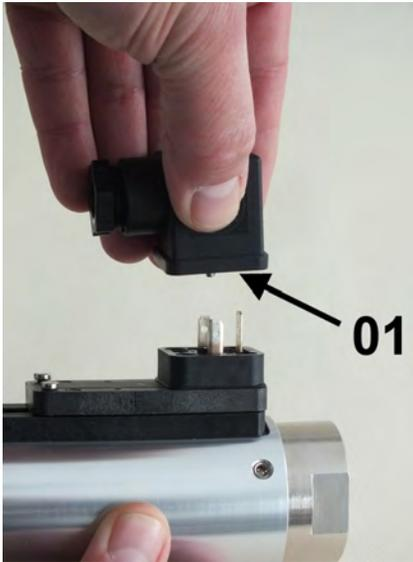

Abb. 53: Steckerdose abziehen
2. ➤ Steckerdose mit dazugehöriger Dichtung (Abb. 53/01) nach oben abziehen